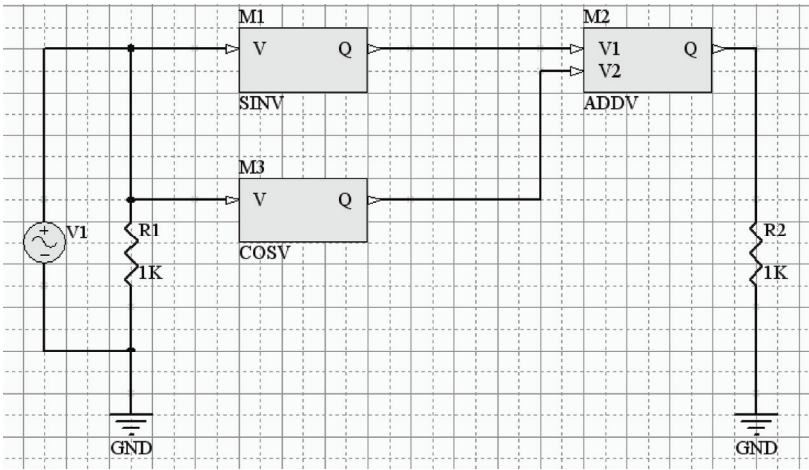

图 10-26 设置好仿真激励源的仿真原理图
(8) 双击正弦电压源，弹出相应的元件属性对话框，设置其基本参数及仿真参数。标识符输入为 “V1”，其他各项仿真参数均采用系统的默认值即可。
(9) 单击  按钮返回后，仿真原理图如图 10-26 所示。